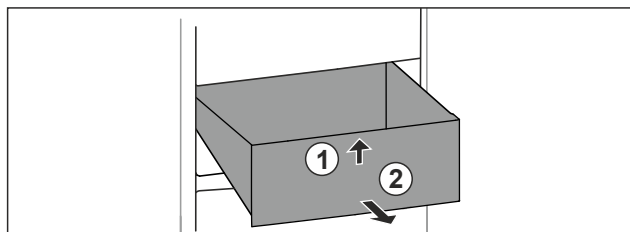

Fig. 69
- ▶ Levantar el cajón por delante. Fig. 69 (1)
- ▶ Extraer el cajón hacia delante. Fig. 69 (2)